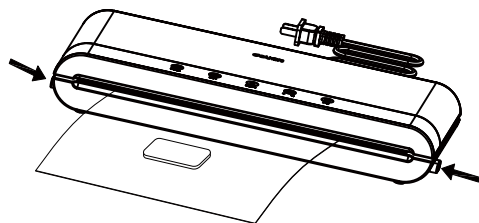

图4
- 7.真空包装完成后，同时按下两侧的释放按钮打开上盖并取出真空包装袋，如图4。